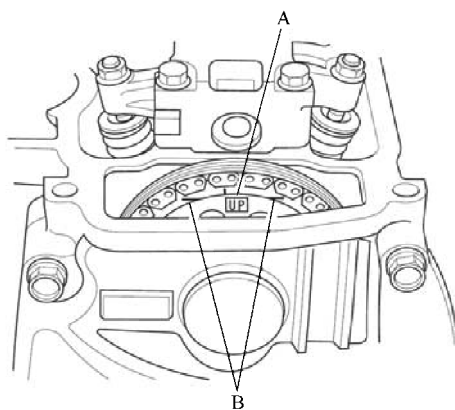

图 11-14 凸轮轴正时标记
- 2) 使 1 号活塞在上止点 (TDC) 位置。这时凸轮轴链轮上的“UP”标记 A 应在顶部, 并且凸轮轴链轮上的 TDC 凹槽 B 应与气缸盖的顶部边缘对准, 如图 11-14 所示。